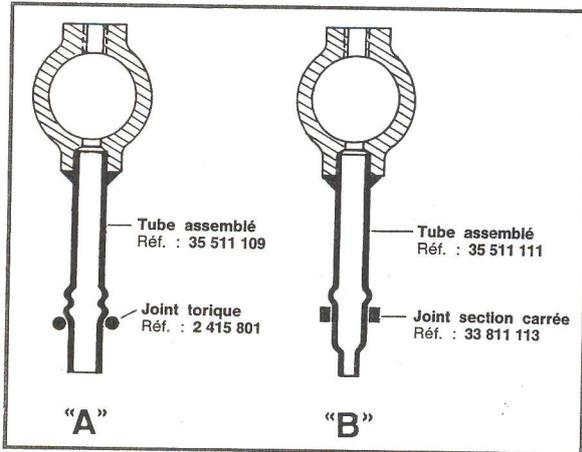

Fig. G8 —
Nota : Le joint du tube de graissage de la rampe des culbuteurs sera placé comme indiqué à la figure G8. A partir des numéros de moteurs suivants :
le tube de graissage de la rampe des culbuteurs et son joint torique (A, fig. G8) ont été remplacés par un tube de graissage avec goulot de dégagement à l'entrée du tube et un joint à section carrée (B, fig. G8). Dans la culasse, l'alésage du trou de passage du tube de graissage est passé de $\varnothing 9,52$ mm à $\varnothing 10,08$ mm.
■ Ancien montage (A, fig. G8) : pour utiliser le joint torique 2 415 801, le tube de graissage 35 511 109 est droit avec deux bossages circulaires servant de logement pour le joint, le montage terminé. Pour ce faire, le joint torique était placé sous le premier bossage et, lors de l'enfoncement du tube dans la culasse, roulait sur le premier bossage pour trouver sa bonne position entre les
- Nouveau montage (B, fig. G8) : le nouveau tube de graissage réf. 35 511 111 présente un goulot à sa partie inférieure et un seul bossage circulaire sous lequel vient buter en fin de montage le joint à section carrée réf. 33 811 113.
Après enfoncement du tube, le joint vient en butée contre le bossage (B, fig. G8).